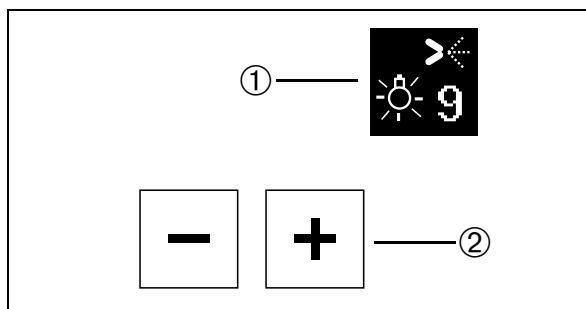

Abb. 25
Durch Antippen des Lichtssymbols ① (Abb. 25) kann das Licht ein-/ausgeschaltet werden. Im eingeschalteten Zustand leuchtet das Symbol in voller Stärke. Die Lichtintensität wird numerisch am Symbol angezeigt.